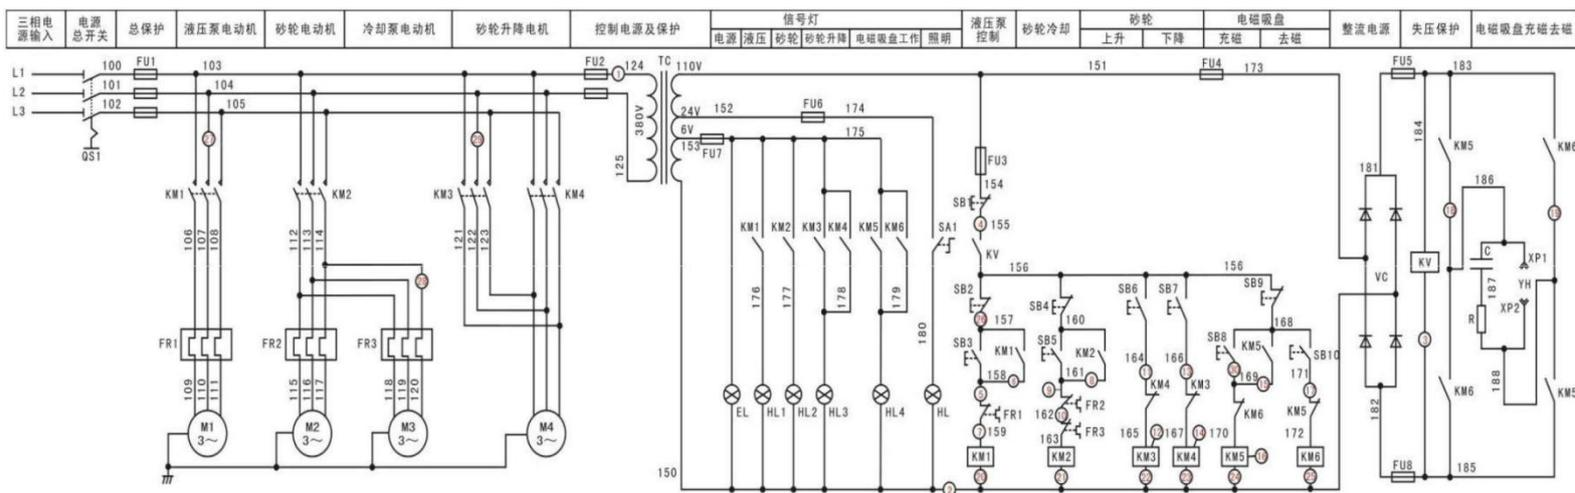

图 2-1 M7120 平面磨床电气控制线路故障图
2) 砂轮冷却不能正常工作。M7120平面磨床电气控制线路故障图如图2-1所示。
现场排除 M7120 平面磨床电气故障，故障现象如下：1) 电磁吸盘不能正常去磁；2) 砂轮不能正常下降。M7120平面磨床电气控制线路故障图如图 2-1 所示。
现场排除 M7120 平面磨床电气故障，故障现象如下：1) 砂轮不能正常上升；2) 充磁按钮释放后电磁吸盘即停止运行。M7120 平面磨床电气控制线路故障图如图 2-1 所示。
现场排除 M7120 平面磨床电气故障，故障现象如下：1) 液压泵电动机、砂轮电机和砂轮冷却泵电动机均无法正常工作；2) 电磁吸盘不能正常去磁。M7120 平面磨床电气控制线路故障图如图 2-1 所示。
现场排除 M7120 平面磨床电气故障，故障现象如下：1) 液压泵控制不能正常工作；2) 电磁吸盘不能正常充磁。M7120 平面磨床电气控制线路故障图如图 2-1 所示。
现场排除 M7120 平面磨床电气故障，故障现象如下：1) 砂轮冷却无法正常工作；2) 砂轮不能正常下降。M7120 平面磨床电气控制线路故障图如图 2-1 所示。